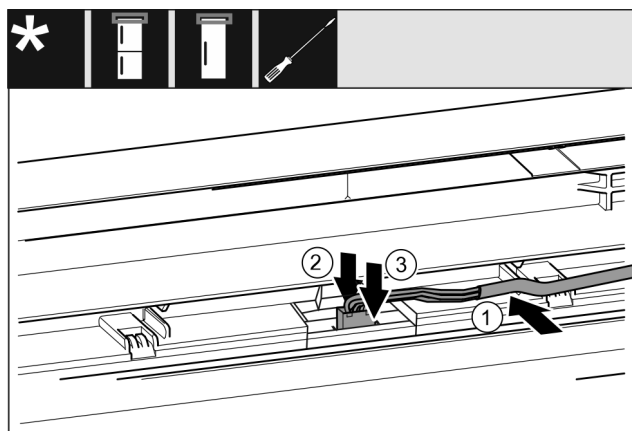

Fig. 54 Combinazioni frigorifero/congelatore / congelatori / refrigeratori*
- Inserire il cavo Fig. 54 (1) nella guida nella porta superiore.*
- Spingere il naso di arresto Fig. 54 (2) all'indietro.*
- Innestare la spina Fig. 54 (3).*